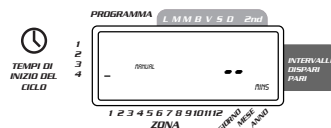

FIGURA 13
- Premere il tasto manuale, quindi premere il tasto **SUCCESSIVO** tre volte. Il visualizzatore mostrerà un cursore lampeggiante sulla stazione 1 insieme a — MINS [vedi figura 13].